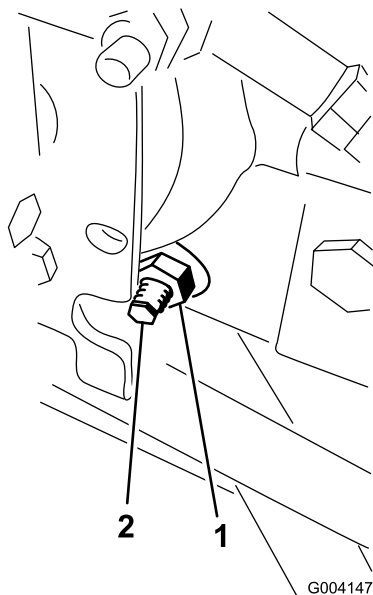

Bild 60
3. Lösen Sie rechts am Hydrostat die Sicherungsmutter an der Fahrtrieb-Einstellnocke (Bild 60).